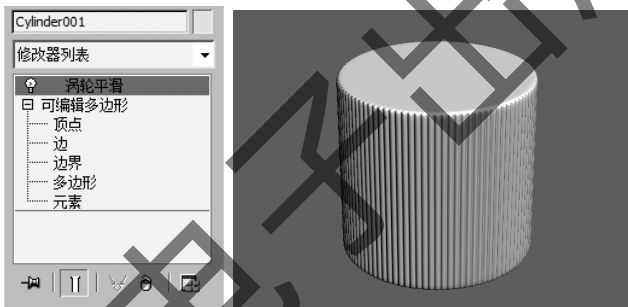

图 4-75 “涡轮平滑”修改器
Step17:添加“涡轮平滑”修改器,最终效果如图 4-75 所示。